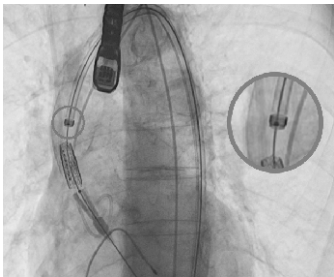

Figura 26:
- K.9. Na aorta ascendente, verificar o posicionamento da marca radiopaca distal do balão de insuflação, que deve estar sobreposta (ou bastante próxima) à marca radiopaca da bainha deflectível. Caso haja avanço do balão durante a navegação, reposicionar usando o sistema de ajuste fino do sistema de entrega, conforme Figura 26.